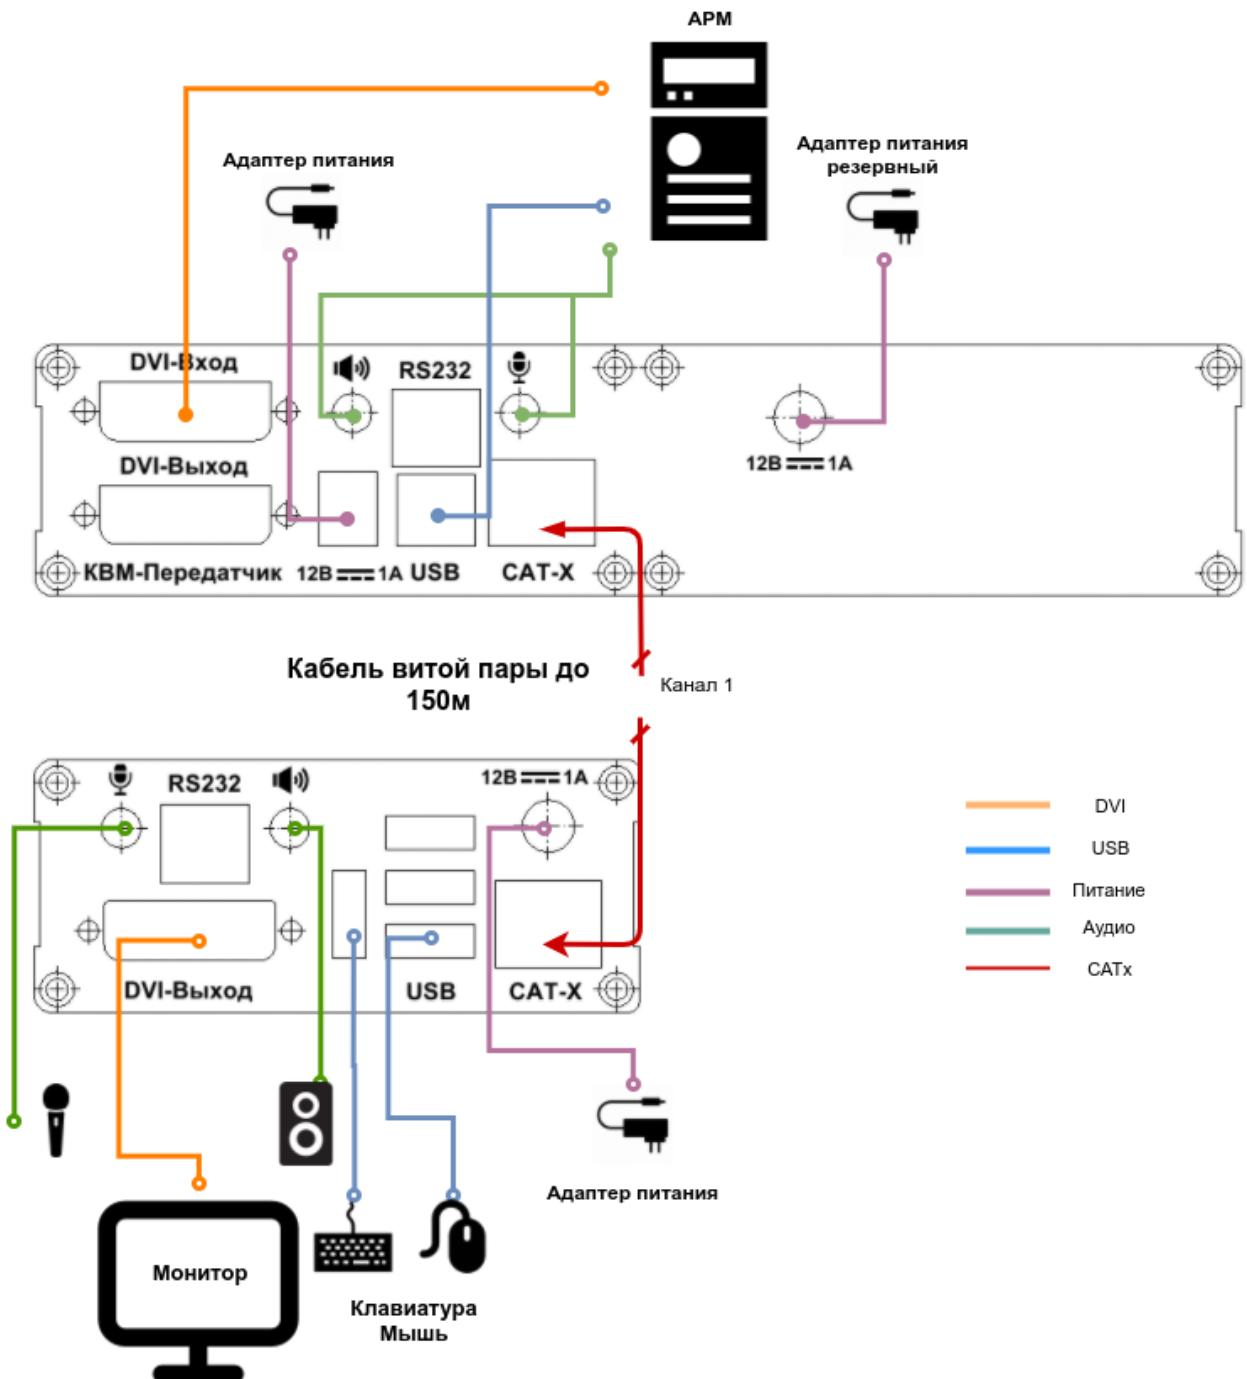

Рис. 1. Схема подключения кабелей
2. Подключите необходимые кабели (USB, Audio, Video) к портам приемника и передатчика согласно «Схеме подключения» (рис.1).
Подключите все кабели от компьютера и монитора к Изделию, как это показано на следующей схеме (рис. 1). Соедините приемник и передатчик.